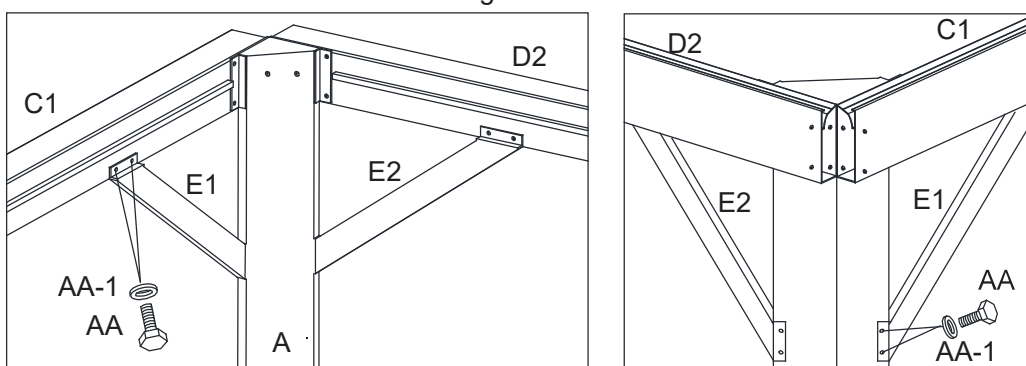

Figure 5-2
5.2. Attacher les barres de support (E1/E2) au poteau d'angle (A) et aux linteaux (C1/C2) avec les boulons (AA) et les rondelles (AA-1). Voir la figure 5-2.